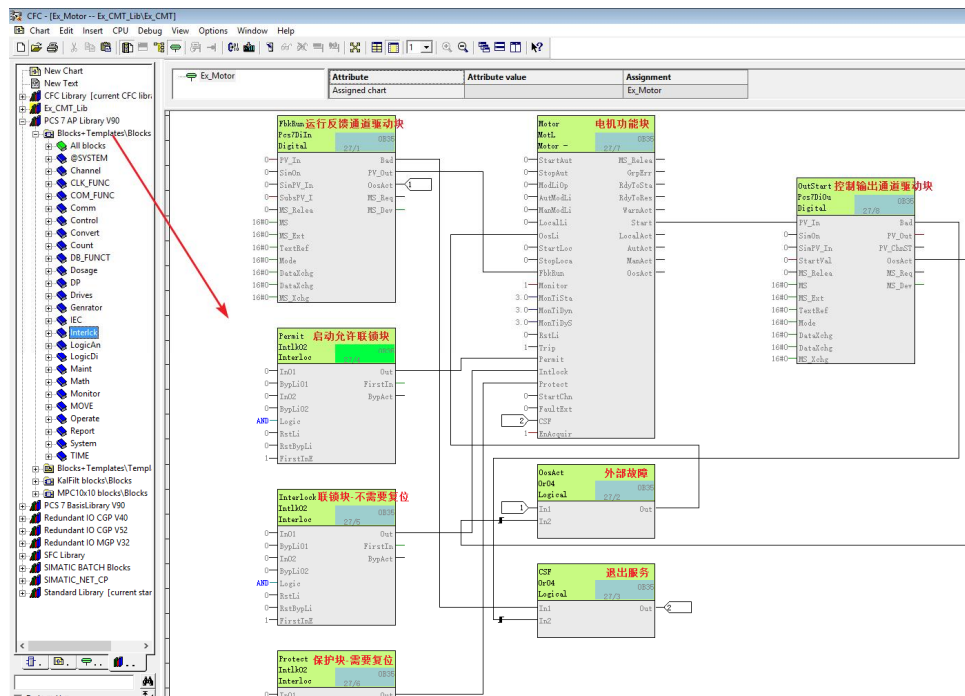

图 2-11 CMT 中添加功能块
- 修改生成的 CMT 的名字为自己想要的名字，例如 Ex\_Motor。双击打开该 CMT，从左侧主数据库或 APL 库中添加驱动块、电机块及联锁块等，以满足电机模板的控制要求，如图 2-11 所示。